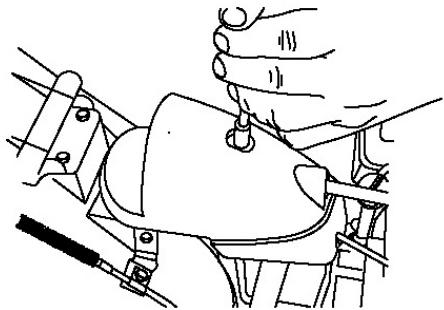

Рисунок 46
- Снимите крепеж с крышки редуктора (Рис. 46), поднимите переднюю часть крышки вверх, подвиньте ее назад и снимите.